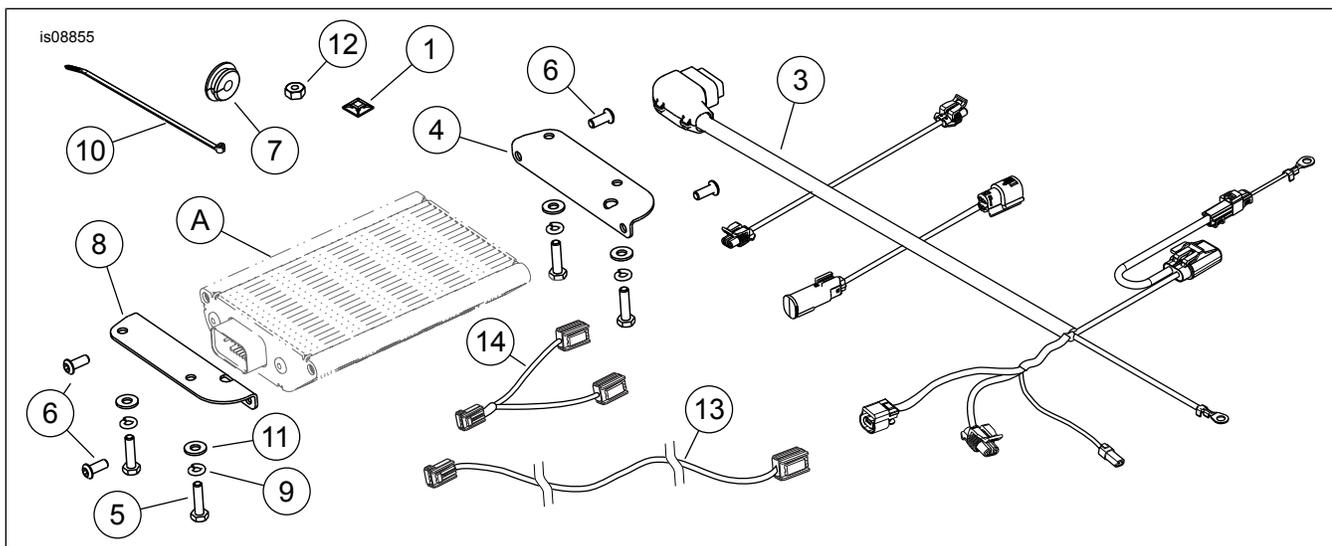

Figura 9. Peças de reposição, kit de instalação do amplificador
Consulte Figura 9 e Tabela 1.
1. Limpe a etiqueta de capacidade dentro do Tour-Pak com uma mistura de 50% de álcool isopropílico e 50% de água destilada. Consulte Figura 9. Aplique a **nova** etiqueta de limite de carga (2) cobrindo a etiqueta original. Observe o limite de carga revisado devido à instalação do amplificador.
2. Instale os suportes (4 e 8) no amplificador (A) com os parafusos (6). Aperte alternadamente com torque de 9,5–12,2 N·m (84–108 in-lbs).
Esses furos são para os fios [36TB] e [37TB] do chicote de fios do amplificador (Figura 9, item 3), que são conectados durante a instalação do kit do alto-falante do Tour-Pak Boom! Audio Stage II.